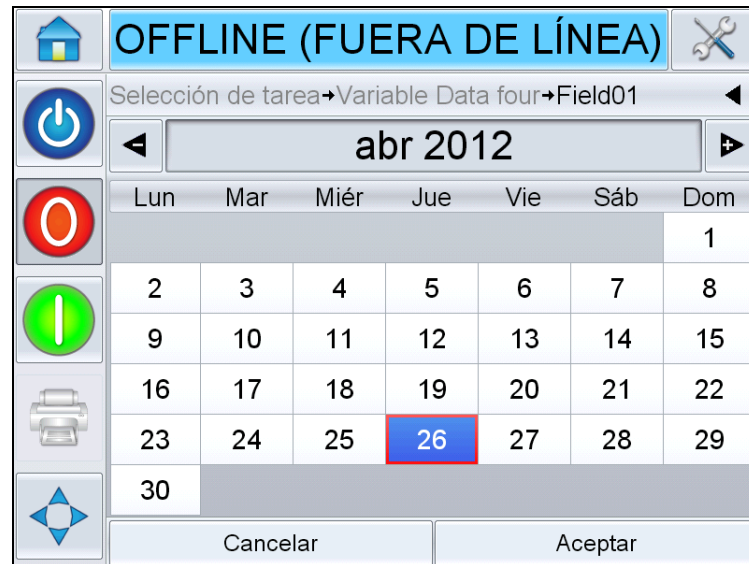

Figura 6-5: Página de calendario
- d. Toque la ventana de datos para que aparezca la página de calendario (consulte la Figura 6-5).